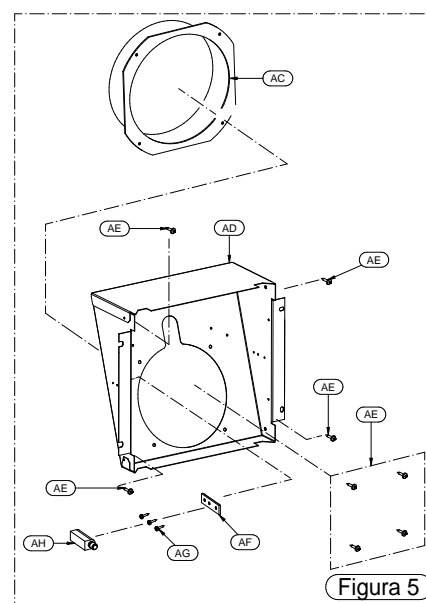
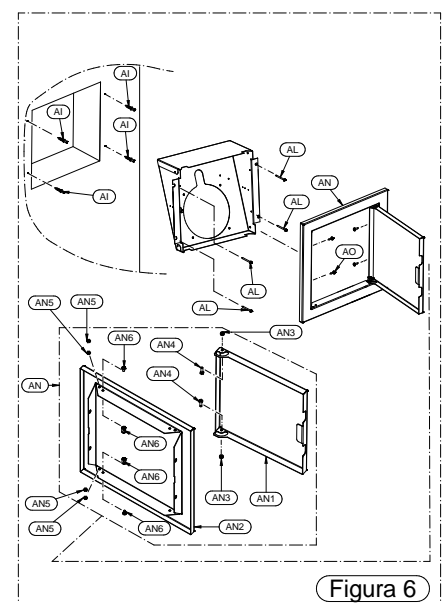

Figura 5
Figura 6
- Assemblare il supporto del condotto di carico AD ed il collare AC con le viti AE (vite tc+ 3,9X9,5). In seguito fissare il magnete push-pull AH e la basetta AF con le viterie AG (vite tc+ 2,9X9,5). Il magnete push-pull AH può essere assemblato sia a dx e sia a sx in funzione dell'apertura della portina di carico, (Figura 5).
- Fissare ora il supporto del condotto di carico AD (vedi Figura 5) alla cappa del camino attraverso 4 tasselli e viti AI (tasselli non in dotazione). In seguito assemblare la portina AN completa attraverso il montaggio del seguente materiale: la portina AN1, il supporto AN2, i dadi AN3 (dado M4), le viti AN4 (vite tc+4x16), le viti AN6 (vite tc+ 4x6), i distanziali AN7 (distanziali esagonali), e i dadi AN5 (dadi M4). Assemblare infine la portina creata AN al supporto AD attraverso le viti AO (vite tc+ 3,9X9,5) (Figura 6).